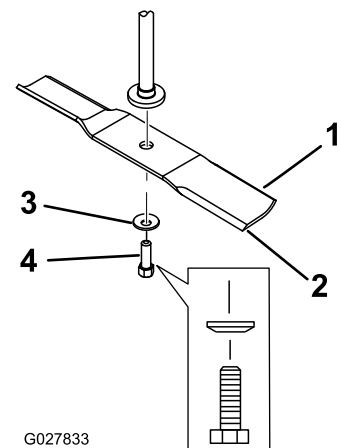

Bild 64
2. Entfernen Sie die Messerschraube, Wellenscheibe und das Messer von der Spindelwelle (Bild 64).
1. Setzen Sie das Messer auf die Spindelwelle (Bild 64).
2. Setzen Sie die Wellenscheibe (Kappenseite zum Messer) und die Messerschraube ein (Bild 64).